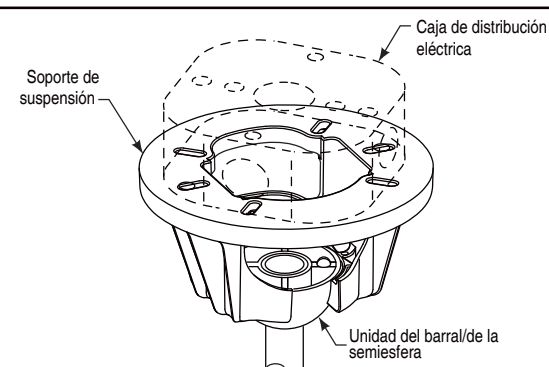

Figura 12
2. Levante cuidadosamente el ventilador y coloque el ensamble de la bola para colgar/varilla en la abrazadera para colgar que acaba de fijar a la caja de salida. Asegúrese de que la ranura de la bola esté alineada con la lengüeta de la abrazadera para colgar. (Figura 12)